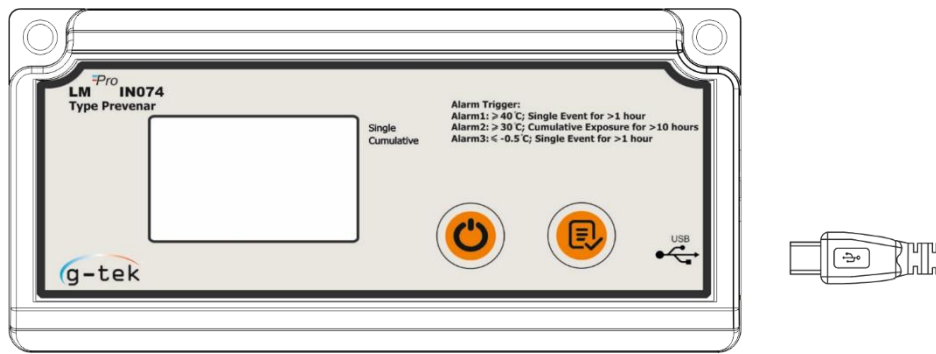

Figure 7 Attachement Micro-USB
- Connectez le LM^{Pro} IN074 au PC Windows via le port USB Type A USB, comme indiqué sur la figure 7.